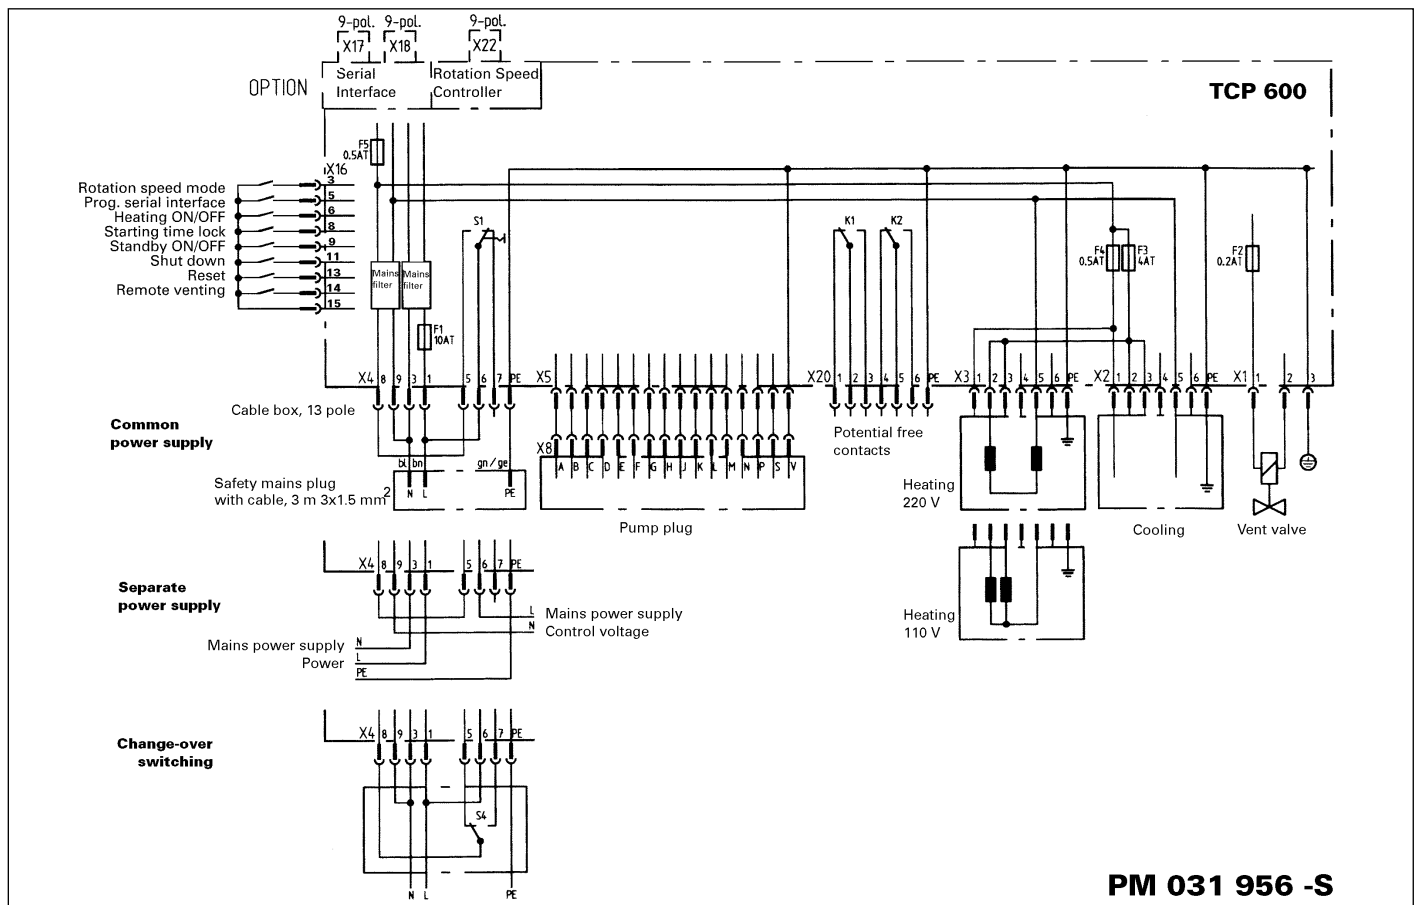
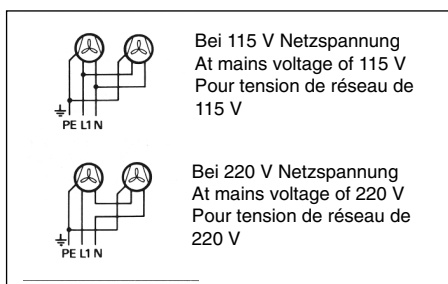

Fig. 5
Fig. 7
- Die Ventilatoren für TPH/TPU 330/510 werden an 115 V, 50/60 Hz und je nach Netzspannung nach Fig. 5/ Fig. 7 angeschlossen.
- The fans for the TPH/TPU 330/510 are designed to operate on 115 V, 50/60 Hz and, depending on the mains voltage, connected as per Fig. 5/ Fig. 7.
- Les ventilateurs pour les TPH/TPU 330/510 seront raccordés à 115 V, 50/60 Hz et suivant la tension de réseau d'après Fig. 5/ Fig. 7.